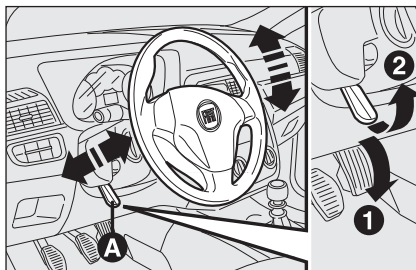

fig. 27
- sbloccare la leva **A**-fig. 27 spingendola in avanti (posizione 1);